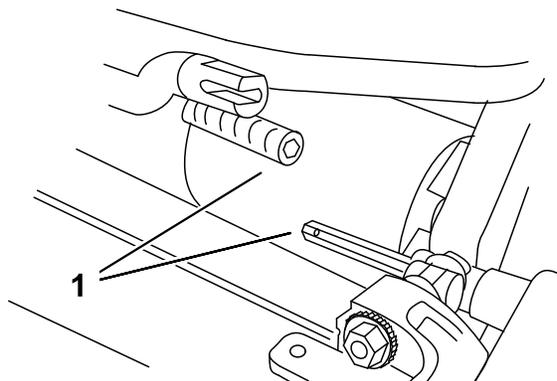

Bild 53
6. Ziehen Sie das Mähwerk ungefähr 51 mm nach vorne und dann nach rechts, um die Getriebekupplung auszukuppeln (Bild 53).